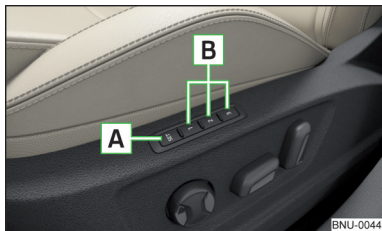

Abb. 76
Unter den Speichertasten **B** am Fahrersitz kann jeweils eine Einstellung der Fahrersitz- und Außenspiegelposition gespeichert werden » Abb. 76.
- › Die Taste **SET A** » Abb. 76 drücken und anschließend innerhalb von 10 s die gewünschte Speichertaste **B** drücken. Das Speichern wird mit einem akustischen Signal bestätigt.
- › Die Zündung einschalten und die gewünschte Speichertaste **B** » Abb. 76 drücken.